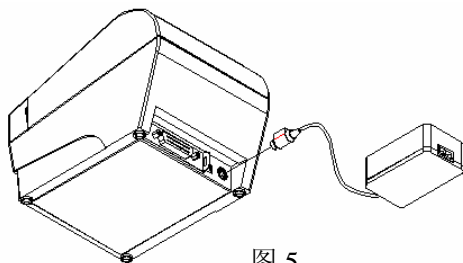

图 5
- 2) 如图5所示，将电源适配器电缆插头平直的一面向上，插入打印机后侧的电源接口内；